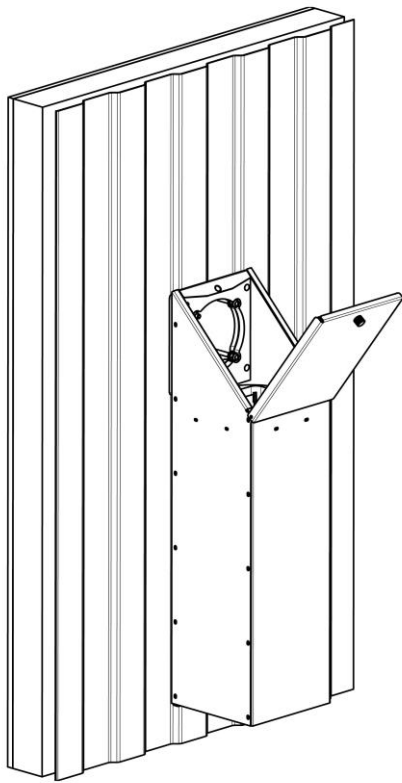

Рис. 23
- С внешней стороны установите внешний блок. Проденьте кабель в отверстие. Шпильки вставьте в монтажные отверстия внешнего блока, наденьте шайбы и закрепите гайками с нейлоновыми стопорящими кольцами. Затяжку гаек производите поочередно до надежной фиксации блока. Деформация блока и монтажной пластины не допускается, см. Рис. 23.